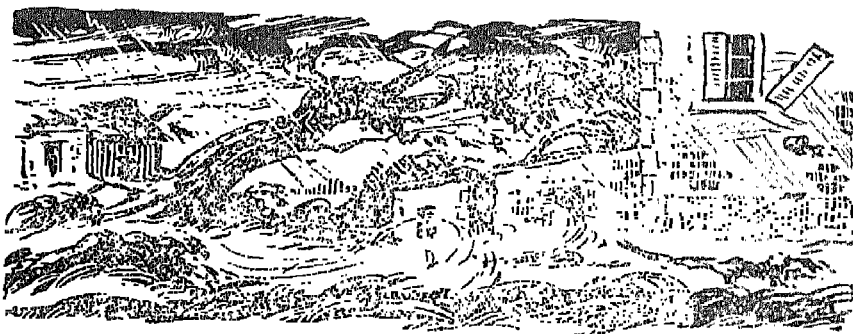

Fig. 3. — Un ouragan - Décrivez les effets de ce vent dont la vitesse atteint 200 kilomètres par heure.
**REMARQUE.** — Les systèmes qui donnent des orages ont une organisation différente : la tête groupe des nuages écumiques à l'extrémité, corps et traine sont confondus et ne s'étendent que sur de faibles régions (fig. 3, p. 33).
2. **Vitesse.** — La *vitesse* — on dit souvent la *force* — du vent s'apprécie par ses effets sur les objets qu'il rencontre (fig. 3). Le tableau suivant (en haut de la p. 33) permet d'évaluer cette force comme le font les météorologistes.
Ouragan.....	Déracine les arbres, renverse les cheminées, enlève les toits (fig. 3).